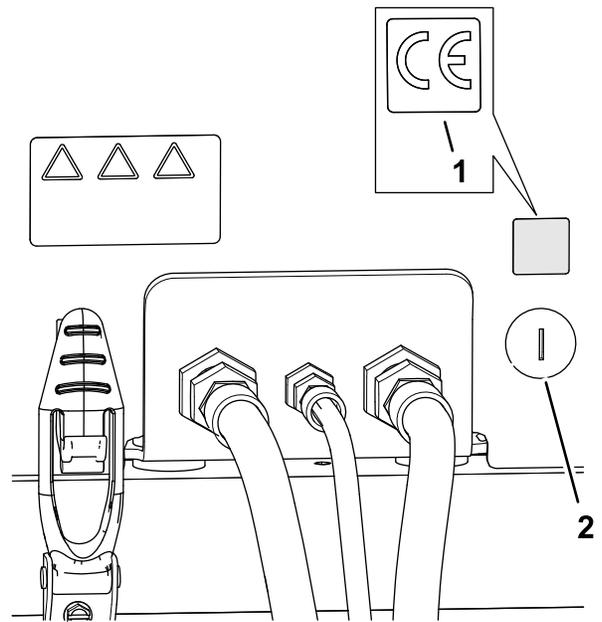

图 37
- 使用外用酒精和干净的抹布清洁机罩门锁旁边的区域并让机罩晾干图 37。